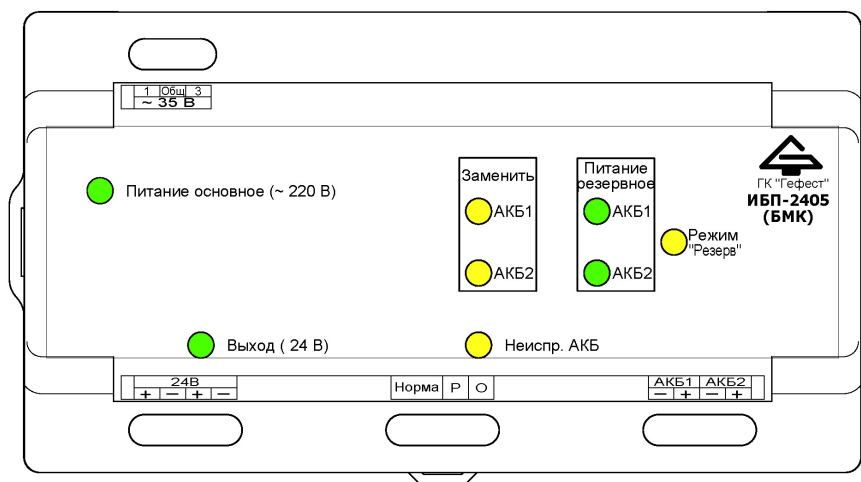

Рисунок 6 – Внешний вид модуля ИБП-2405.
- модуль питания ИБП-2405 (см. рисунок 6);